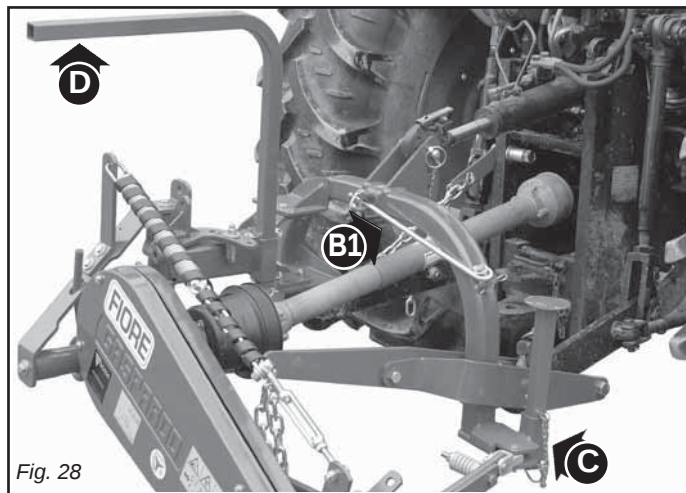

Fig. 28
- Снимите поддерживающие опоры (C и D, Рис. 28) и установите их в перевернутом виде в их гнезда.
- Выньте крюк безопасности и установите его вверх в специальном гнезде на раме (B1, Рис. 28).